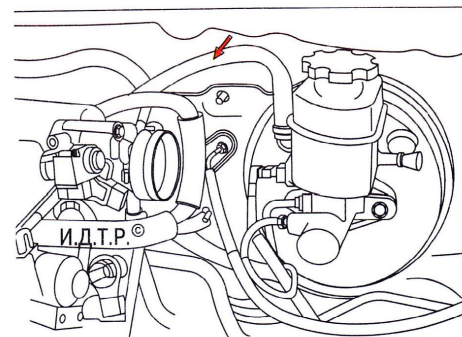

Рис. 12.10. Шланг вакуумного усилителя тормозов
8. Отсоедините от впускной трубы шланг вакуумного усилителя тормозов (рис. 12.10).